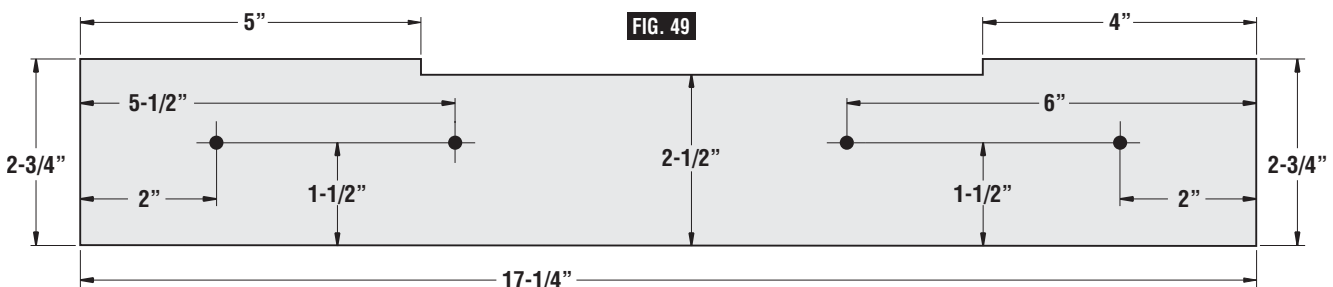

FIG. 49
1. Utilisez un morceau de bois de $\frac{3}{4}$ po d'épaisseur (du contreplaqué est recommandé) pour couper un guide auxiliaire selon les dimensions présentées dans la Figure 49.